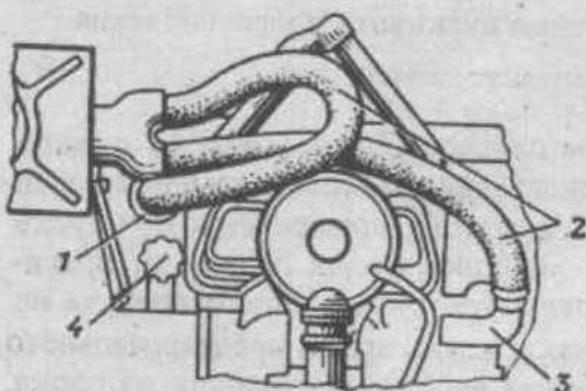

Рис. 2. Подсоединение металлорукавов подогревателя (вид сверху):
- сними заглушку с горловины патрубка 3 (рис. 2) прогрева цилиндров, крышку с патрубка 1 подогрева масла и присоедини к этим патрубкам металлорукава 2;